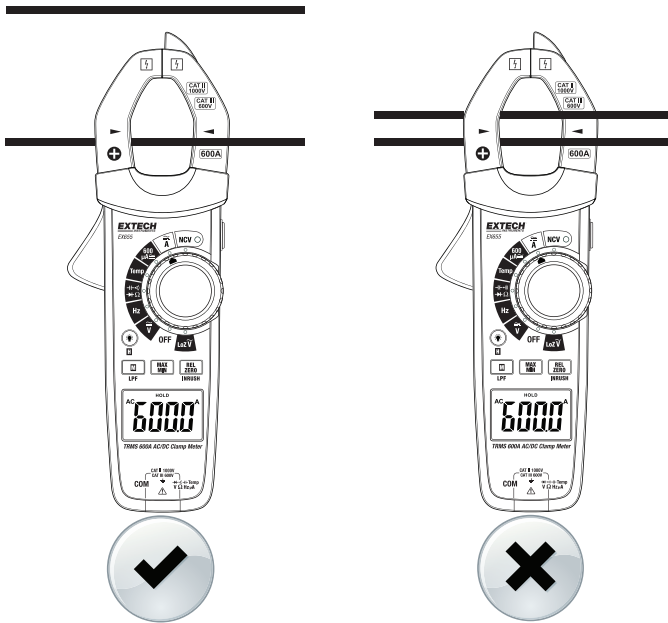

Abb. 4-3 Richtiges und falsches Umschließen
4. Drücken Sie den Öffnungshebel zum Öffnen der Messzangen. Umschließen Sie nur einen Leiter vollständig mit den Zangen (siehe Abb. 4-3). Für optimale Resultate sollte sich das Kabel in der Mitte der Messzangen befinden.